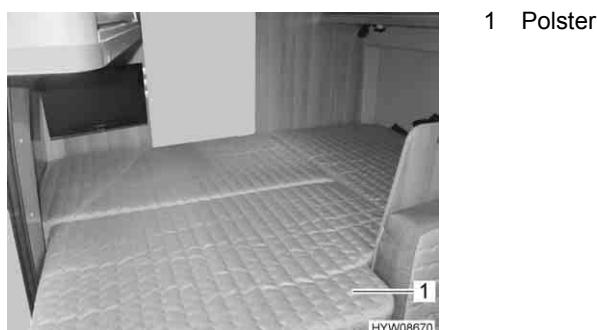

Bild 35 Nach dem Umbau
- Polster (Bild 35,1) wie dargestellt ablegen.